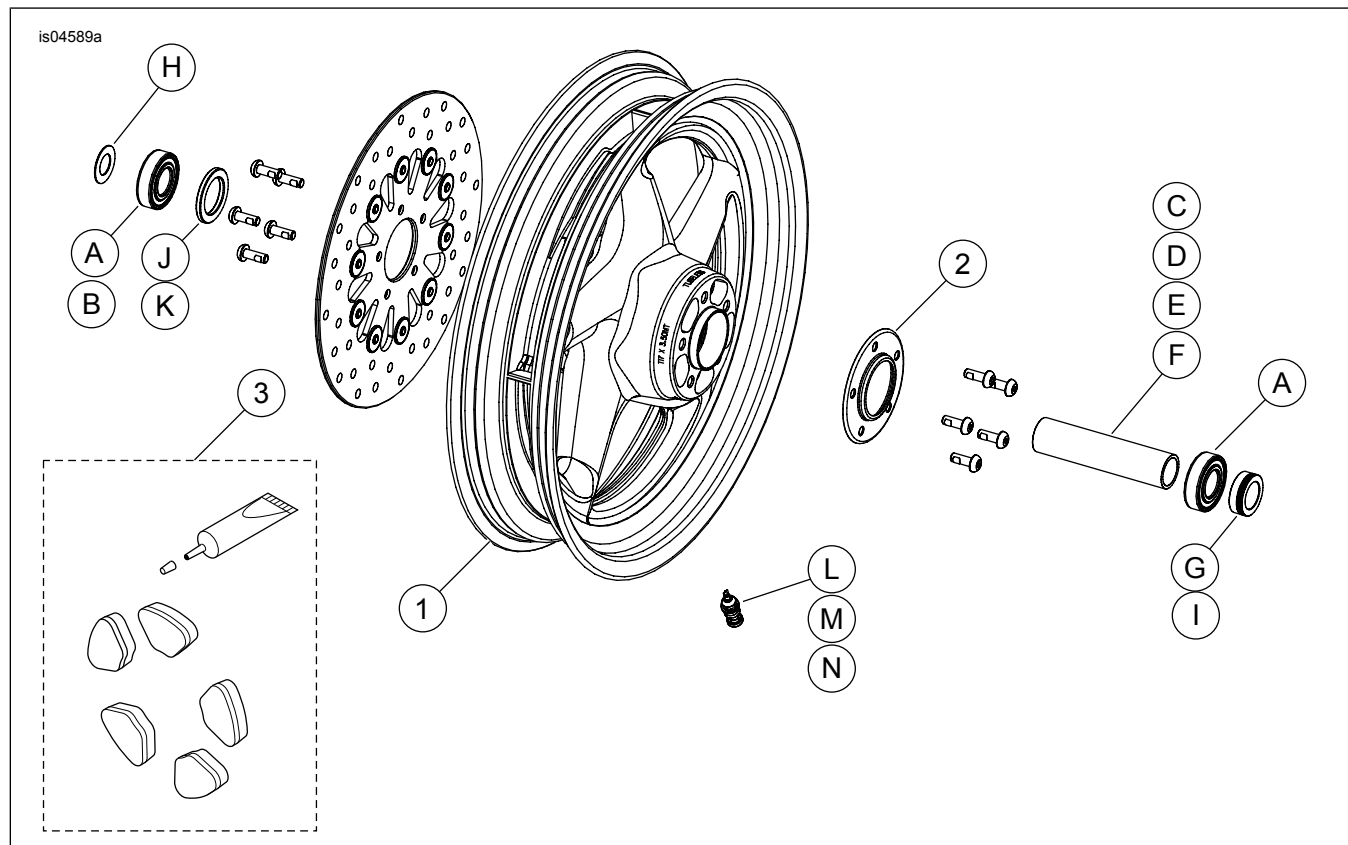

Figura 2. Roda dianteira Reaper (roda de 21 pol. mostrada)
2. Veja a Figura 2. Instale o conjunto da haste da válvula (L) na roda. Consulte a seção PNEUS no Manual de serviço.